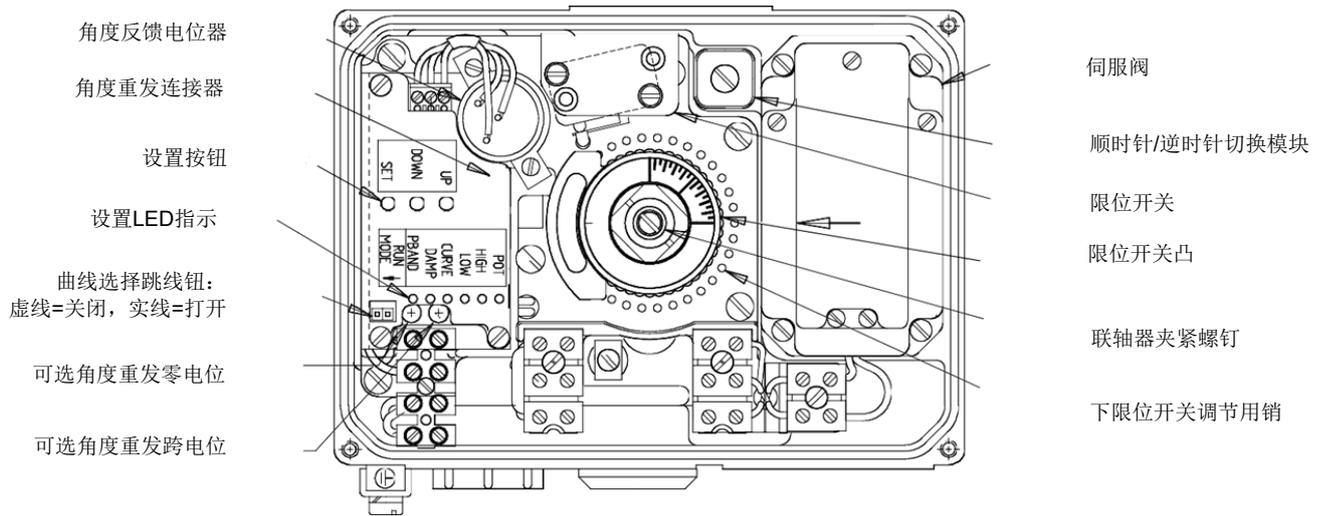

图6a. 数字式EL电气定位器调整。打开产品，顶视图-模制联轴器型
**5.2.1 模制联轴器凸轮**如图6a所示，可通过轻按旋转1度来进行调整。首先使用螺丝刀对准载体板上的特殊销轴或用手指轻按调整下凸轮。其次，仅用手指移动上凸轮。在联轴器顶部提供了刻度标记，可用于在去除盖子后确定执行器的位置。可以将其与伺服阀盖上标记的箭头对齐。